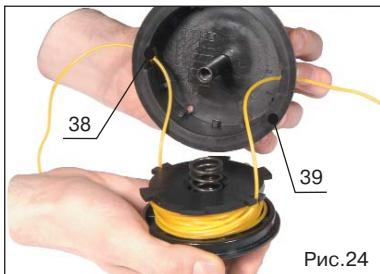

Рис.24
9. Концы намотанной нейлоновой лески проденьте через отверстия (поз.38, рис.24) в корпусе шпули (поз.39, рис.24).